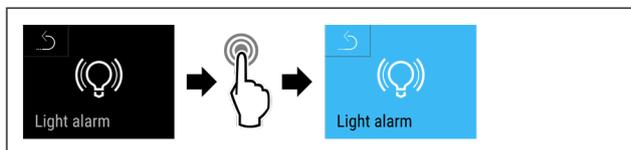

Fig. 151
- u Handlungsschritte (siehe Fig. 151) durchführen.